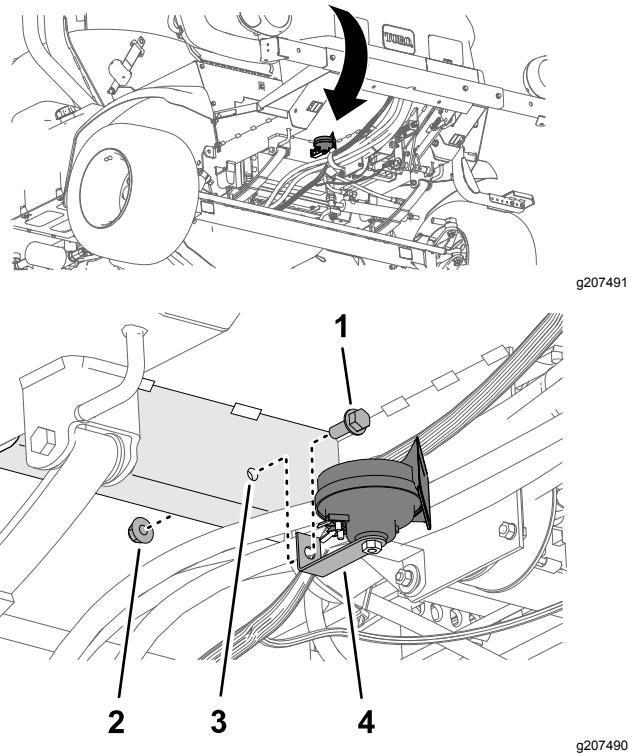

Figura 36
1. Allineate il foro nella staffa del gruppo dell'avvisatore acustico con il foro da 10 mm nell'angolo del pianale adiacente ai flessibili idraulici dello sterzo (Figura 36).
2. Montate la staffa del gruppo dell'avvisatore acustico sull'angolo del pianale (Figura 36) con un bullone a testa flangiata (3/8" x 1") e un dado di bloccaggio flangiato (3/8").